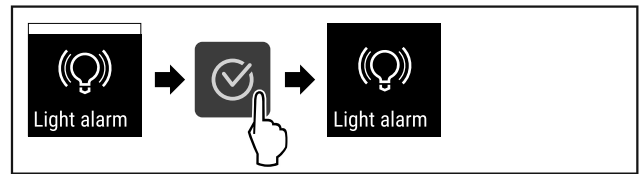

Fig. 120
- ▶ Εκτελέστε τα βήματα ενεργειών (βλέπε Fig. 120) .